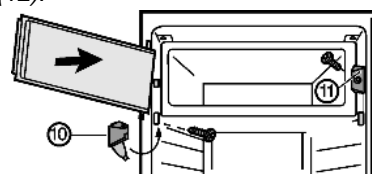

Fig. 7*
- ▶ Установите запирающий элемент Fig. 7 (11).*
- Установите кронштейн Fig. 7 (10) и примкните крышку.*